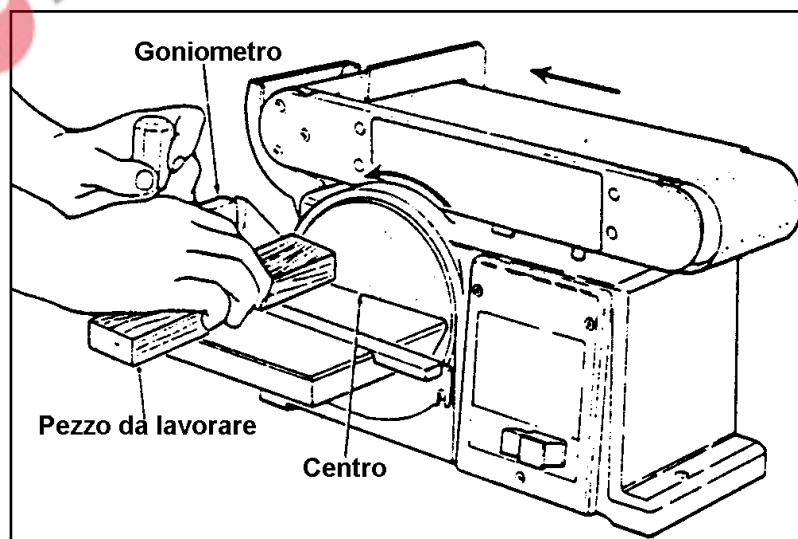

Figura 18 – Levigatura di testa.
3. Appoggiare il pezzo da levigare sulla tavola, dopodiché spingerlo leggermente fino ad appoggiare la superficie di testa del pezzo al disco abrasivo (figura 18).